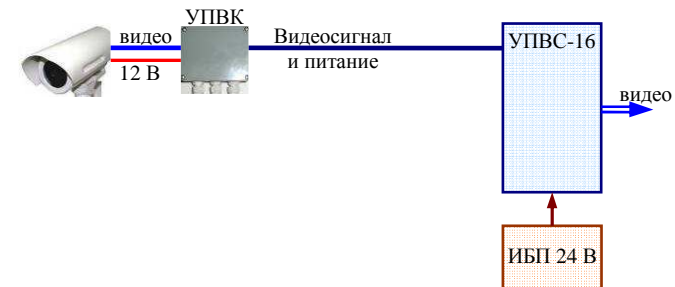

Рисунок 1.1. Схема применения УПВК в комплекте с устройством приёма видеосигналов УПВС-16
1.2 УПВК применяется в комплекте с устройством приёма видеосигналов типа УПВС-16 ФИДШ.468369.002ТУ (рис.1.1) или с устройством типа модуля приемника видеосигнала 8-канального ФИДШ.468349.006ТУ (из состава сервера типа СЛЗ ФИДШ.425661.001ТУ интегрированного комплекса «Пахра»). Полную информацию можно получить на сайте [www.asbgroup.ru](http://www.asbgroup.ru).
2.2 Допустимая длина проводов питания при максимальной нагрузке УПВК в зависимости от сечения провода и напряжения питания приведена в таблице 2.2. При этом напряжения питания 21 В соответствует минимальному напряжению аккумуляторных батарей при резервном режиме (ИБП 24В рис.1.1). Напряжение 24 В соответствует применению источника питания без резервного режима работы. В таблице 2.2 также указан максимальный ток для источника питания в представленных вариантах.